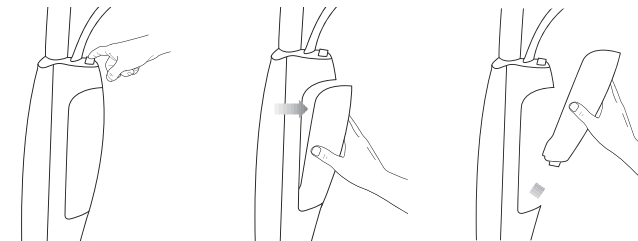

Figure 1
1. Appuyez sur la touche de dégagement du réservoir d'eau, puis retirez le réservoir (Figure 1).